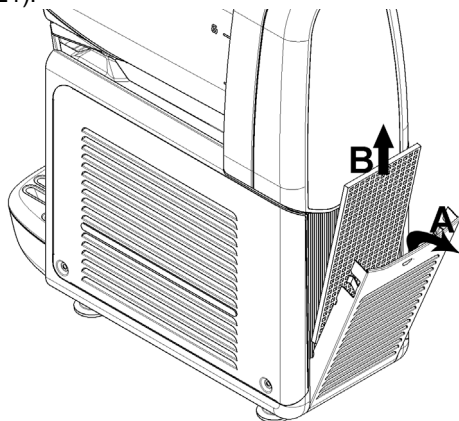

figura 21
**3 Cada mes:** eliminar el polvo acumulado en el filtro del condensador situado en el lado posterior de la máquina (ver figura 21).